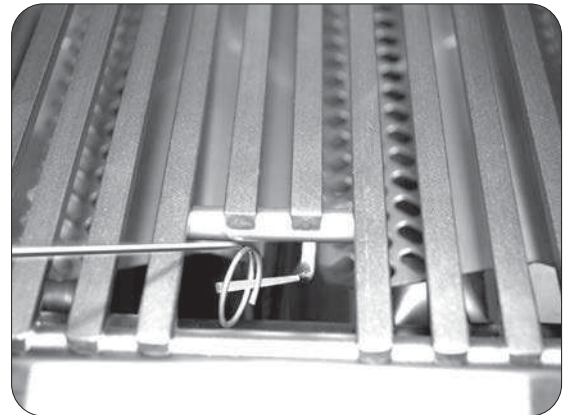

Fig. 26-2 - Éclairage manuel
2. Insérez un allumeur brûlant de butane de long-baril, une allumette brûlante de long-tige, ou une allumette brûlante tenue par un support de prolongation de fil par la grille à cuire s'ouvrant au dessus du brûleur (fig. 26-2).
4. Si le brûleur ne se allume pas dans les cinq (5) secondes de tourner le bouton de commande, enfoncez immédiatement le bouton et tournez la valve à **AU LOIN**. **ATTENDEZ CINQ (5) MINUTES** avant de répéter les étapes 2 à 4 des instructions manuelles d'éclairage.